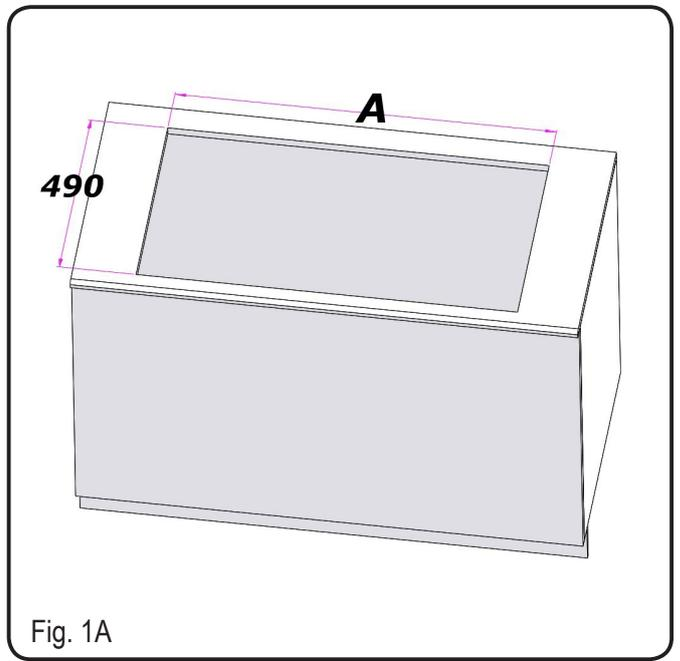
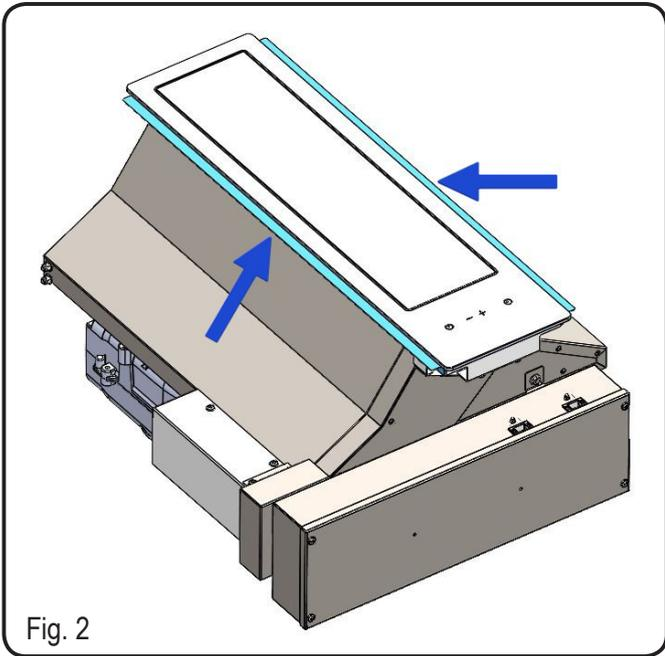
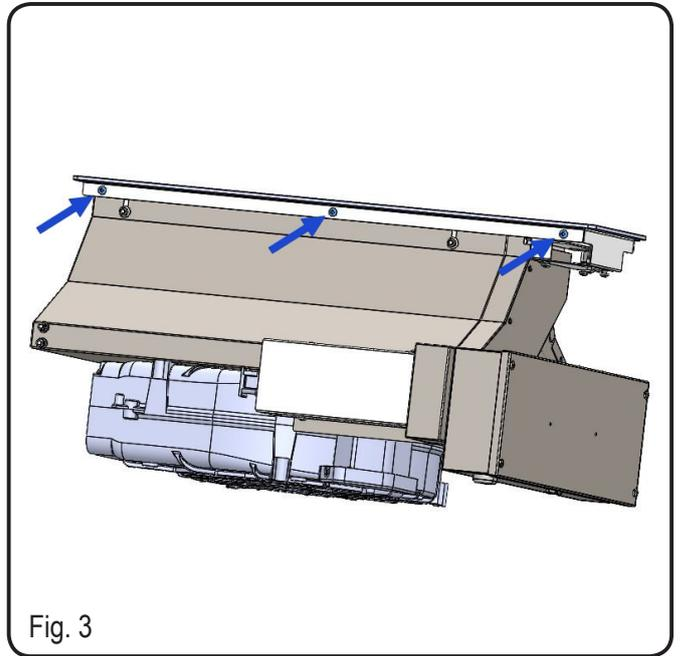

Fig. 1A
Fig. 2
Fig. 3
3. Udskær et rektangulært hul på 490mm x A (fig.1A). Målene ændrer sig alt afhængigt af størrelsen på kogepladen. Emhætten er udstyret med to vinkler til at støtte kogepladen (fig.2). Kontroller før installation, om begge komponenter er nødvendige. Fjern dem, hvis de ikke er nødvendige, ved at fjerne skrueene (fig.3).